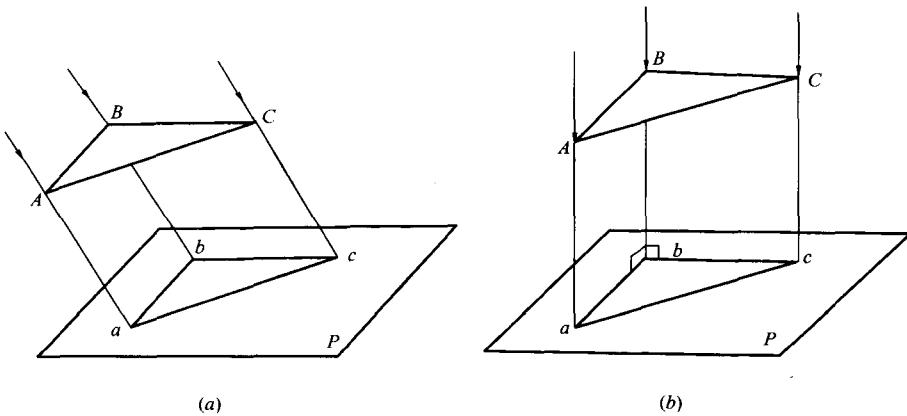

图 1-2 平行投影法
将投影中心移至无穷远，那么所有的投影线都平行，如图 1-2 所示，这种所有投影线都相互平行的投影法叫做平行投影法。
(1) 斜投影法：投影线倾斜于投影面所用投影的方法，如图 1-2 (a) 所示。用斜投影法所得的投影称为斜投影。
(2) 正投影法：投影线垂直于投影面所用投影的方法，如图 1-2 (b) 所示。用正投影法所得的投影称为正投影。